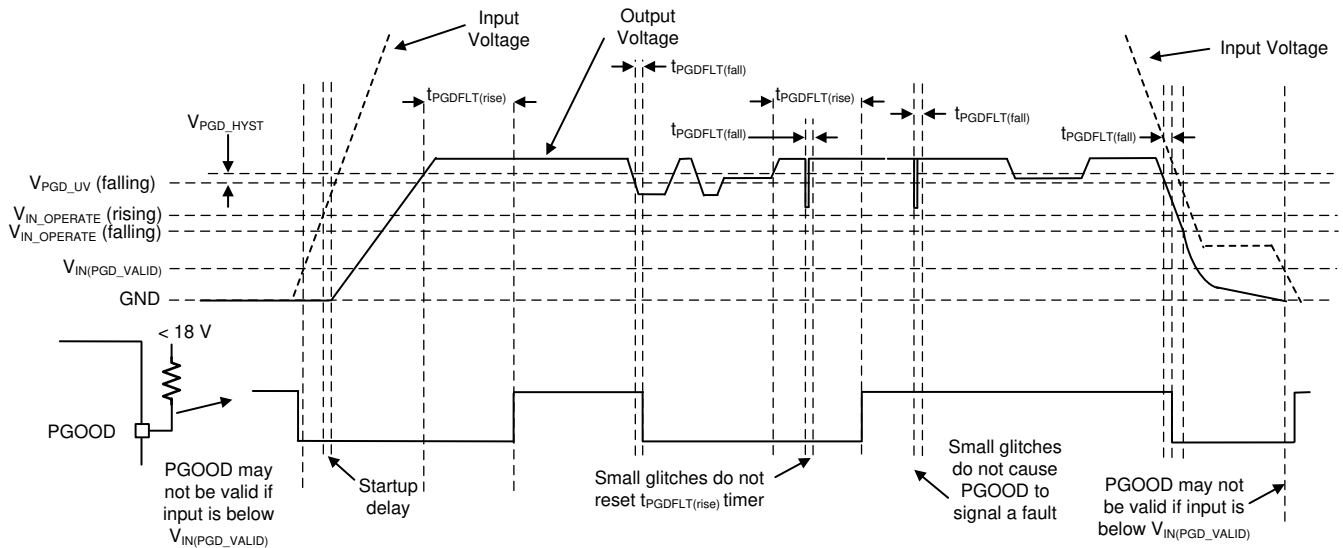

图 7-13. PGOOD 时序图 ( 不包括 OV 事件 )
实现了 PGOOD 功能以替代分立式复位器件，从而减少 BOM 数量并降低成本。当反馈 (FB) 电压超出指定的 PGOOD 阈值时，PGOOD 电压变为低电平（请参阅图 6-8）。此操作可能发生在电流限制和热关断期间，以及处于禁用状态和正常启动期间。干扰滤波器可防止在输出电压的短时偏移（例如在线路和负载瞬态期间）时出现错误标志。输出电压波动若持续时间短于  $t_{PGDFLT(fall)}$ ，不会触发 PGOOD 标志。请参阅图 7-13，以充分了解 PGOOD 运行。